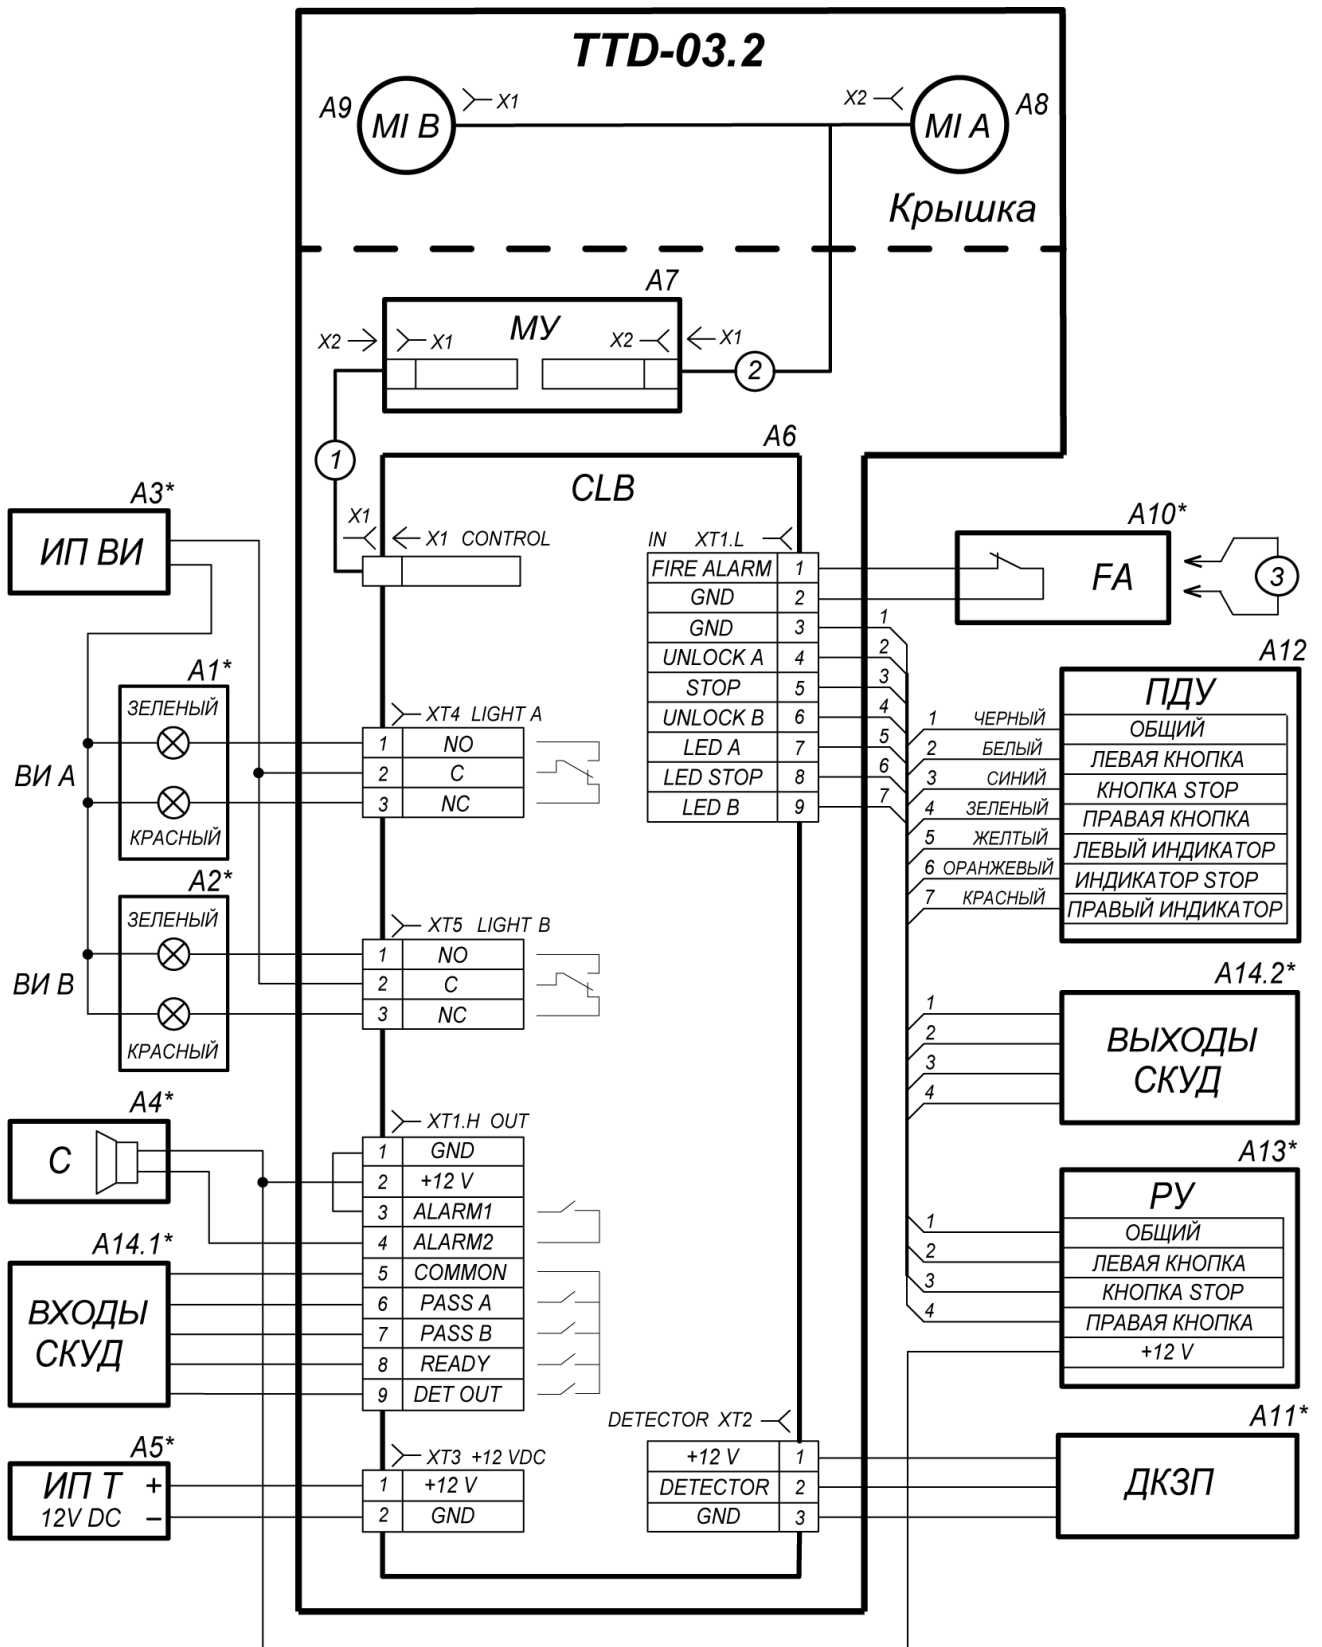

Рисунок 13. Схема электрическая соединений¹
Схема подключения турникета приведена на рис. 13. Расположение клеммных колодок на плате управления указано на рис. 4. Используемые при монтаже кабели указаны и их максимальная длина указаны в разд. 8.3. Рекомендации по подготовке установочной поверхности и организации зоны прохода приведены в разд. 8.1.
6. Для доступа к крепежным отверстиям основания стойки турникета снимите обе стенки внешние (2) в следующем порядке. С обеих сторон стойки турникета открутите рожковым ключом S10 две гайки M6 на кронштейне, фиксирующие верхнюю часть стенки внешней (2) на стойке турникета, после чего снимите стенку внешнюю, приподняв ее вверх. При этом внизу откроется доступ к крепежным отверстиям на основании.
8. Все подключения к плате CLB выполняйте в соответствии со схемой электрических соединений (рисунок 13). Прокладка кабелей внутри стойки турникета показана на рисунке 12.
10. Подключите кабель питания (10) от источника питания турникета к клеммной колодке XT3 на плате CLB. Подключите кабель ПДУ к клеммной колодке XT1.L на плате CLB. Подключите, при необходимости, кабели от других устройств к соответствующим клеммным колодкам платы CLB (см. рис. 13). При подключении устройства, подающего команду аварийной разблокировки, снимите перемычку в виде провода, установленную между контактами *Fire Alarm* и *GND* клеммной колодки XT1.L (*In*).
- позиции А4, А6 – А9, А11 – см. рисунок 13.
13. Для установки крышки стойки турникета (3) ориентируйте ее так, чтобы средняя планка на нижней части крышки была расположена со стороны замка крышки стойки турникета (6). Подключите кабели индикации, находящиеся в стойке турникета, снизу к разъемам в блоках индикации (4), затем аккуратно установите крышку стойки турникета (3) на каркас.
14. При этом поперечные уголки на крышке стойки турникета должны располагаться максимально близко к соответствующим штыревым направляющим в каркасе. После установки крышка стойки турникета (3) переводится в рабочее положение движением справа налево до упора и прижатием сверху, после чего фиксируется замком крышки стойки турникета. Замок крышки стойки турникета закрывается без ключа нажатием на механизм секретности до упора.
15. Для установки преграждающих планок снимите с планшайбы (7) крышку, отвернув винт. Отверните болт, установленный на преграждающей планке (5). Установите преграждающую планку в соответствующее посадочное место на планшайбе и зафиксируйте преграждающую планку болтом. Под головку болта установите пружинную шайбу. Затяжка болта должна обеспечивать надежную фиксацию преграждающей планки (без люфта).
17. Установите на планшайбу (7) крышку, закрепив ее винтом.